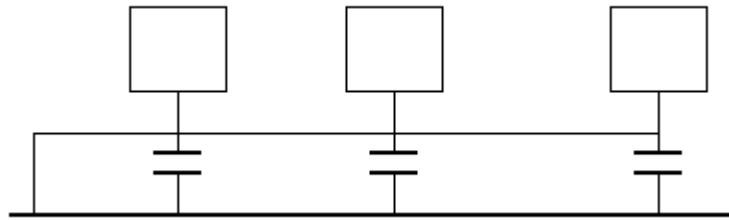

图 3 混合接地
(3) 混合接地：混合接地既包含了单点接地的特性，又包含了多点接地的特性。例如，系统内的电源需要单点接地，而射频信号又要求多点接地，这时就可以采用图 3 所示的混合接地。对于直流，电容是开